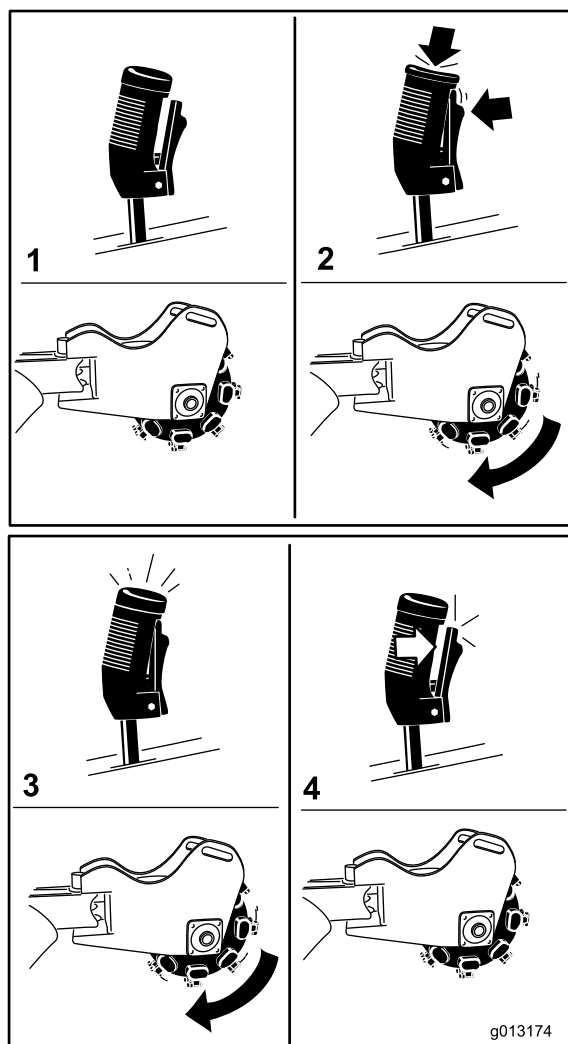

図 11
- グラインダ 図 11 の動作を開始するには、トリガを握り込んだ状態で、レバー上部にある赤いボタンを押します。グラインダが動作を開始したら赤いボタンから指を離してかまいません。
- グラインダ 図 11 を停止するには、トリガから 0.5 秒間以上手を離します。